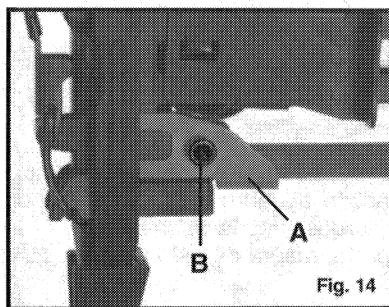
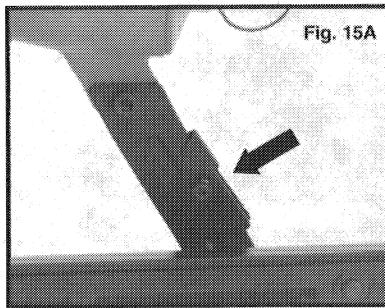

Fig. 14
Fig. 15A
El Modelo NSS150 viene de la fábrica con una Guía de Grapas (A) Fig. 14, montada. La Guía está sujetada con un perno (B) Fig. 14. **Tiene que usar la Guía de Grapas cuando meta grapas con un largo menos de  $1\frac{1}{8}$ ". Tiene que quitar la Guía de Grapas para meter grapas con un largo de  $1\frac{1}{8}$ " o más.**
Para quitar la Guía de Grapas: saque el perno (B) Fig. 14 y deslice la Guía de Grapas de la máquina. Cuando la guía de sujetadores no se esté utilizando, puede guardarse sujetándola en el soporte posterior tal como se muestra en la Fig. 15A.